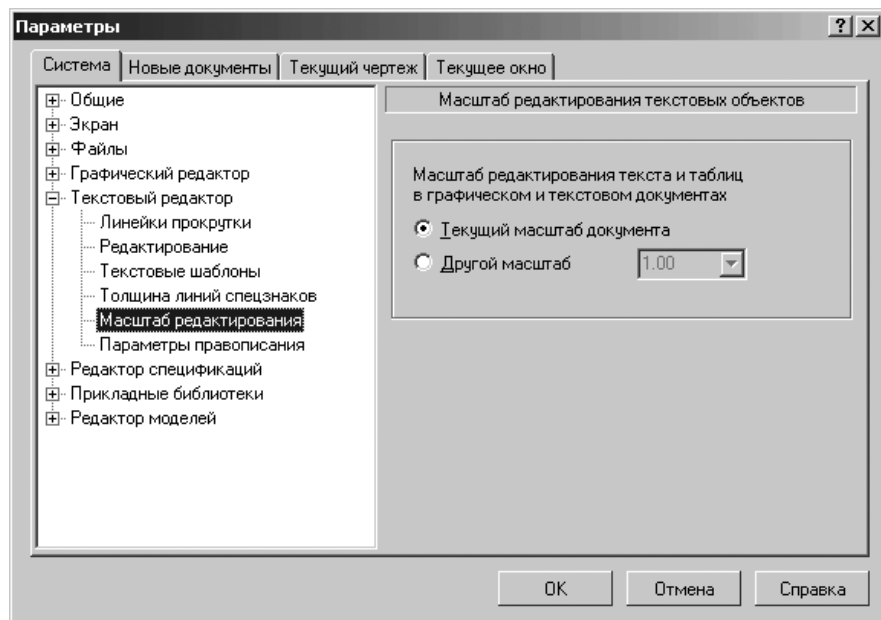

Рис. 9.39. Диалоговое окно **Параметры** с открытой вкладкой **Система** и открытой панелью **Масштаб редактирования текстовых объектов**
- щелкните по пункту **Масштаб редактирования**. Откроется в правой части диалогового окна панель **Масштаб редактирования текстовых объектов** (рис. 9.39).